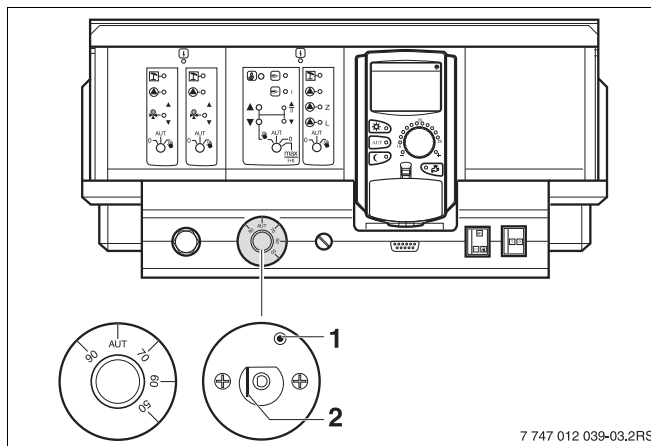

fig. 13 Activar o limitador de temperatura de segurança
- Retirar o botão do regulador da temperatura (TR).
- Pressionar a alavanca ou a tecla (→ fig. 13, página 26) (conforme o tipo de regulador) para trás com uma chave de fendas e manter nesta posição, até o limitador de temperatura de segurança se activar.